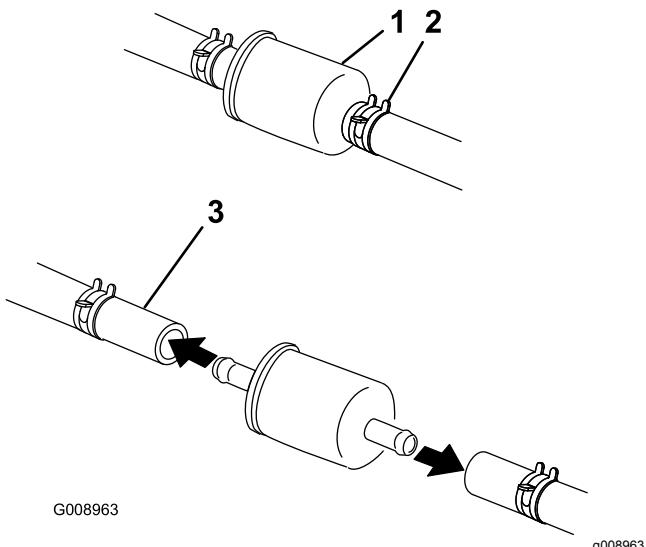

Figura 54
4. Cierre la válvula de cierre de combustible, situada debajo del asiento (Figura 54).
5. Apriete los extremos de las abrazaderas y deslícelas por el tubo alejándolas del filtro (Figura 54).
7. Instale un filtro nuevo y acerque las abrazaderas al filtro (Figura 54).